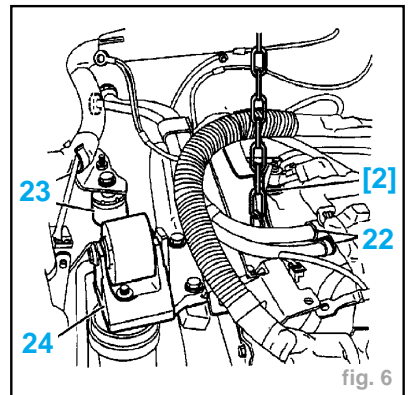

fig. 6
- Débrancher les raccords carburant (22) (fig. 6).
- la biellette anticouple (23)
- le support moteur droit (24)